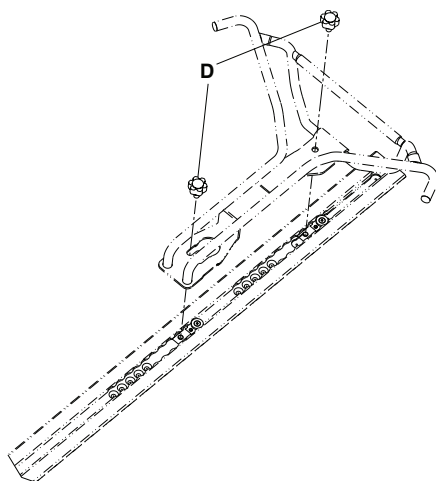

Figura 2 – Gruppo biforcuto con manopole d'argento (6390-001-033)
3. Installare le due manopole d'argento (6390-001-033) per fissare il gruppo biforcuto (Figura 2). Per installare la piastra a pavimento universale, si vedano le Istruzioni per l'installazione della piastra a pavimento (6390-001-020).